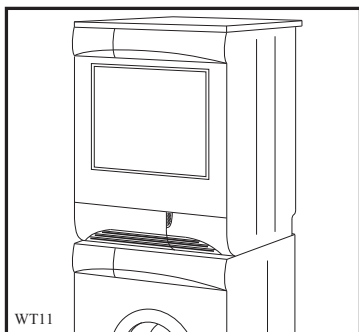

Fig 7
- modelos com portinhola na cobertura de base (fig. 7 e 8).